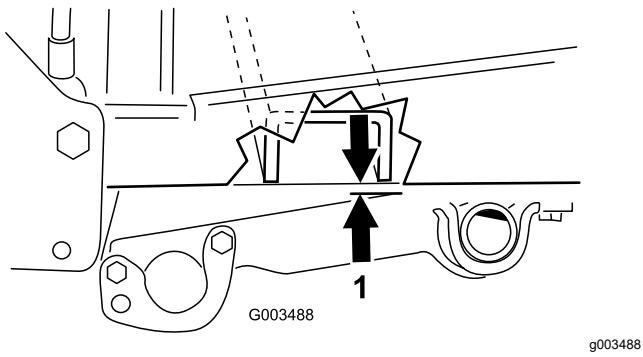

Рисунок 18
- Измерьте расстояние между рамой тягового блока и шарнирной трубой, как показано на Рисунок 18.